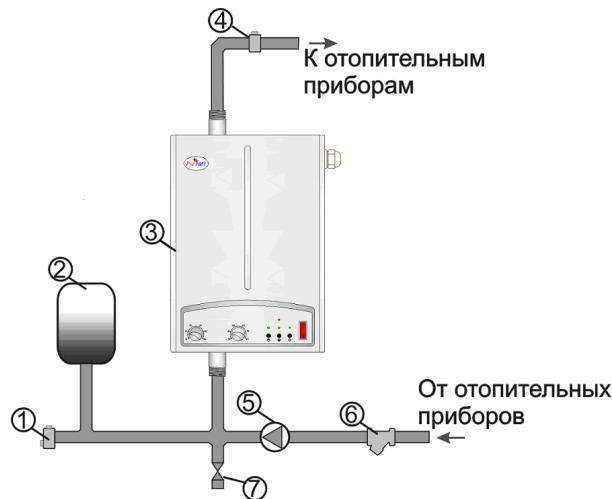

Рис. 3. Рекомендуемая схема монтажа отопительной системы
5.2. Отопитель крепится на стене в вертикальном положении в местах, удобных и доступных для установки и технического обслуживания. Рекомендуемая схема подключения отопителя в отопительную систему показана на рис.3.